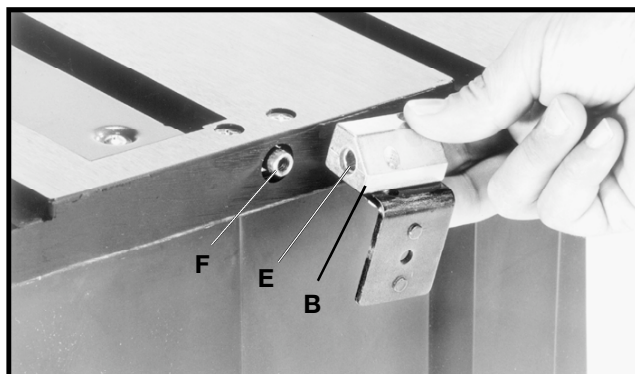
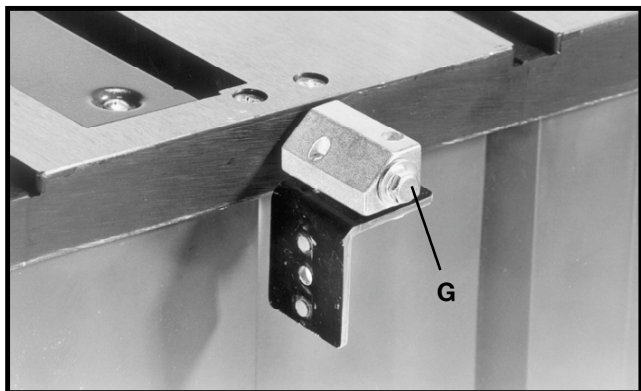

Fig. 11
Fig. 12
5. Positionner l'extrémité en retrait (E) fig. 11, du support du couteau séparateur (B) contre l'extrémité de la tige pivot (F) puis la fixer en utilisant l'assemblage de l'ÉTAPE 4 ci-dessus. **REMARQUE : ne pas serrer complètement la vis (G) à ce moment.** Ensemble illustré à la fig. 12.